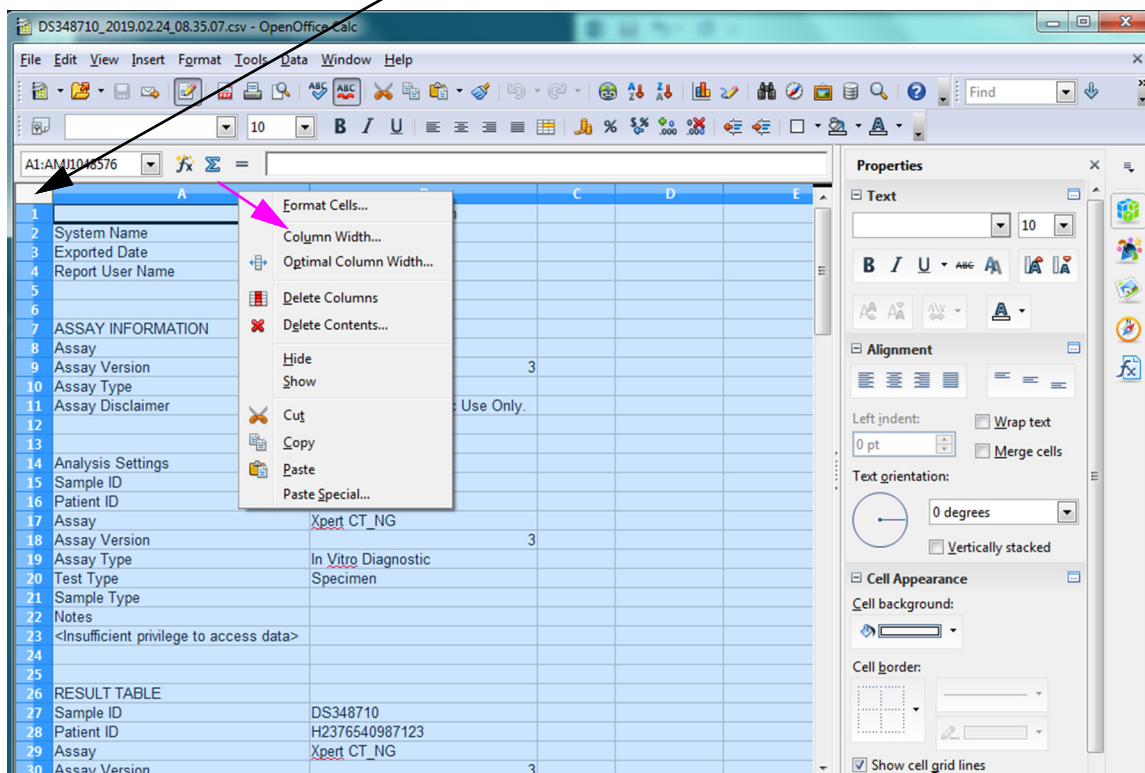

Figura D-6. Menu a discesa per selezionare la larghezza delle colonne
8. Fare clic con il pulsante destro del mouse sull'intestazione delle colonne. A destra della colonna verrà visualizzato un menu a discesa (vedere la Figura D-6).